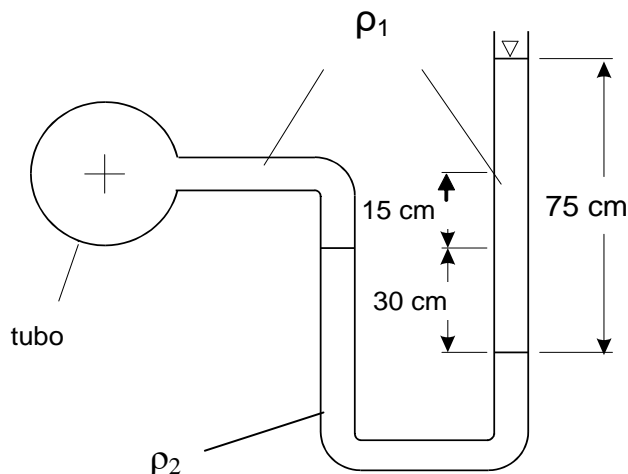

Fig. 1: Piezômetro em tubulação
3. (5) O piezômetro da Fig. 1 é conectado a um tubo. Calcule a pressão  $p$  que se encontra no eixo do tubo para as massas específicas de  $\rho_1 = 1000 \text{ kg/m}^3$  e  $\rho_2 = 2\rho_1$ .